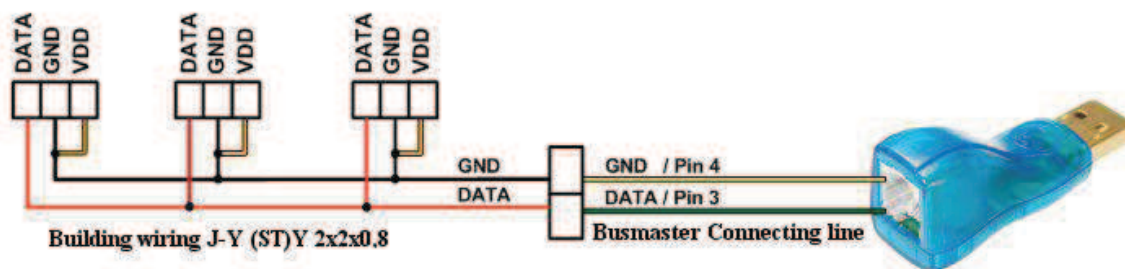

Figura 3: Instalación de los sensores de la variante 1-Wire
- ✓ ¡Conecte 24 VCC al terminal de la fuente de alimentación de entrada de impulsos S0 (Figura 3, 5). No conectar 230V! ·
- ✓ Conecte los dispositivos de entrada de impulsos S0 a los terminales de entrada de impulsos S0 de la siguiente manera (Figura 3, 4).